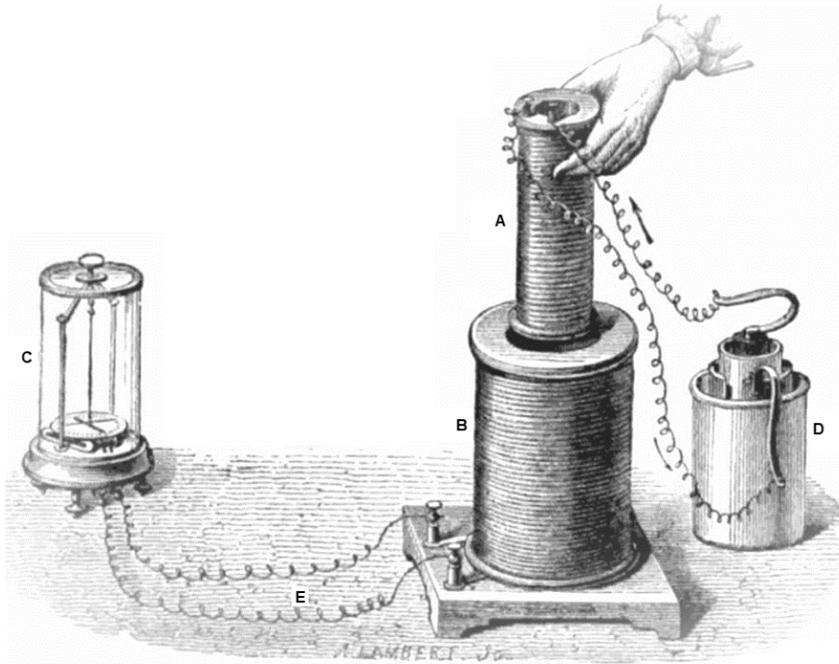

FIGURA 5 – EXPERIMENTO DE FARADAY.
Após inúmeros testes ele chegou ao arranjo experimental que é visto na figura 5, utilizando fios condutores de cobre enrolados em núcleos cilíndricos (A e B), uma bússola (C), uma bateria (D) e outro fio de cobre (E).